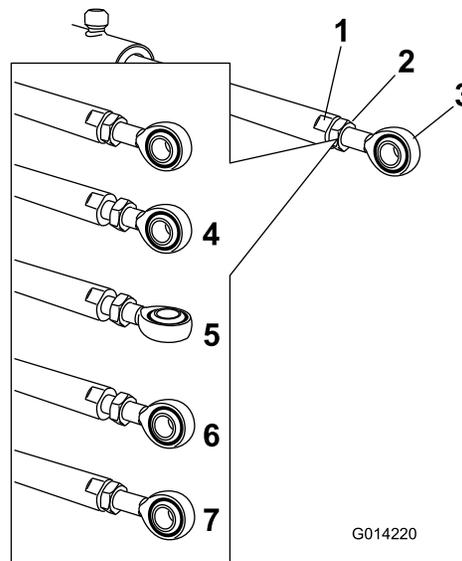

图 64
5. 在提升器杆的平整侧用扳手进行固定然后松开锁紧螺母使孔眼杆可以调整图 64。
6. 转动提升器杆上的孔眼杆、将延伸的提升器缩短或延长至所需的位置 (图 64)。